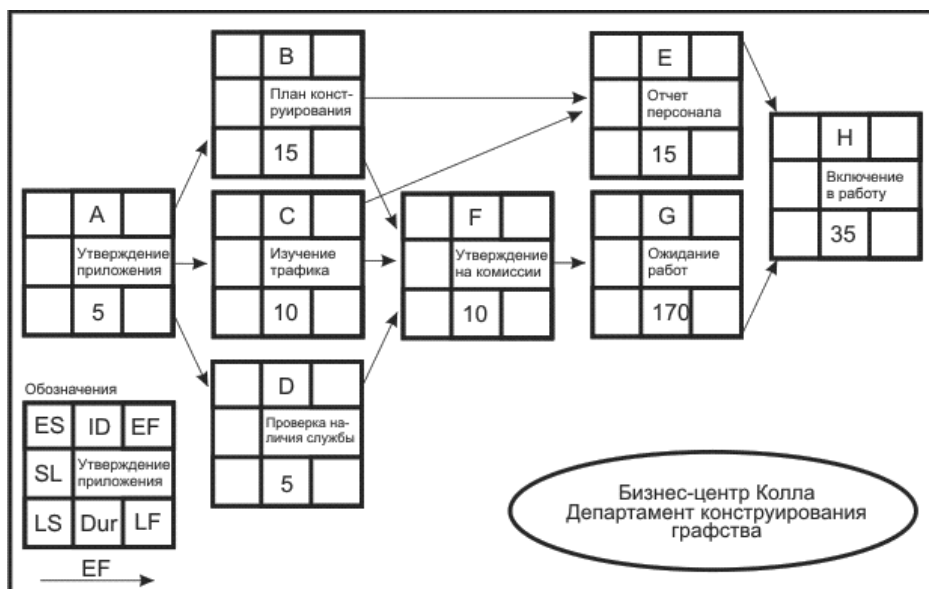

Рис. 2.4 - Сетевой график типа ОУ для проекта создания бизнес-центра Колла
**В Ошибка! Источник ссылки не найден.** представлено время операций в рабочих днях для проекта бизнес-центра Колла. На Рис. 2.4 показана система с оценкой продолжительности операций, которую вы можете видеть в блоке. Например, операция А имеет продолжительность 5 дней, операция G -170 рабочих дней. Поступательный путь начинается со времени начала проекта, которое обычно принимается равным нулю.